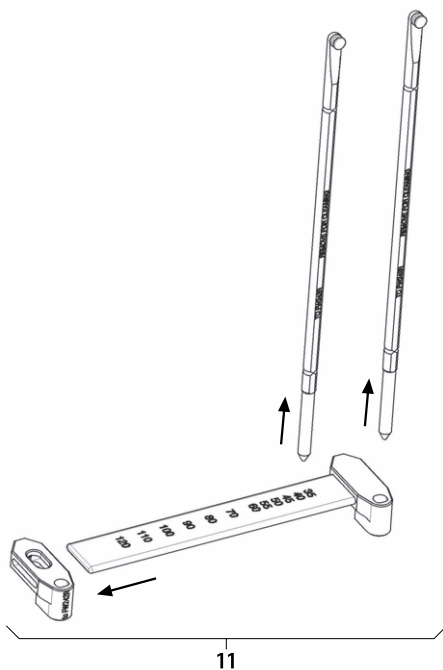

Fig. 7
- Démonter l'instrument de mesure de longueur de tige 11, voir Fig. 7.